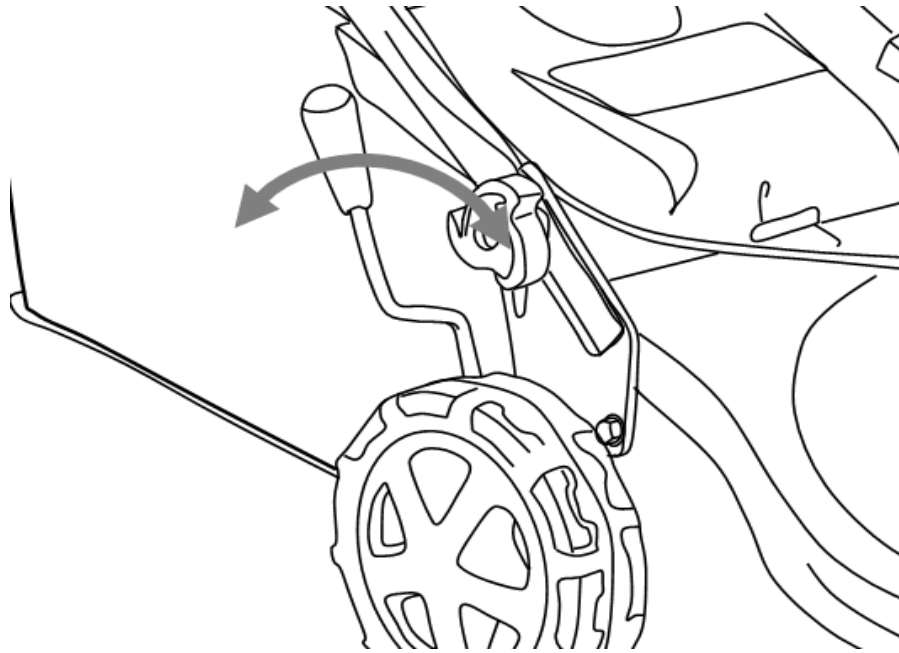

Abb. 7
- 2) Stellen Sie die gewünschte Schnitthöhe ein, indem Sie den Hebel in die entsprechende Einkerbung zurückführen. Vergewissern Sie sich, dass der Griff fest und sicher in die gerillte Halterung eingreift. Fremdkörper, wie z. B. Mähgut, dürfen die Bewegung bzw. Positionierung nicht behindern (Abb. 7).